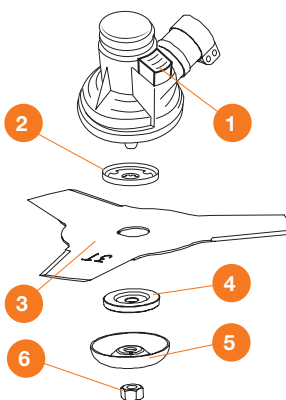

Рис. 7
Установите на шпindel редуктора верхний опорный фланец ②, нажмите на клавишу ① и заблокируйте вал шпинделя. Установите диск или нож ③ посадочным отверстием на выступ опорного фланца ② и прижмите фланцем ④, установите защитную фигурную шайбу ⑤ и закрепите гайкой ⑥ в направлении против часовой стрелки (Рис. 7).